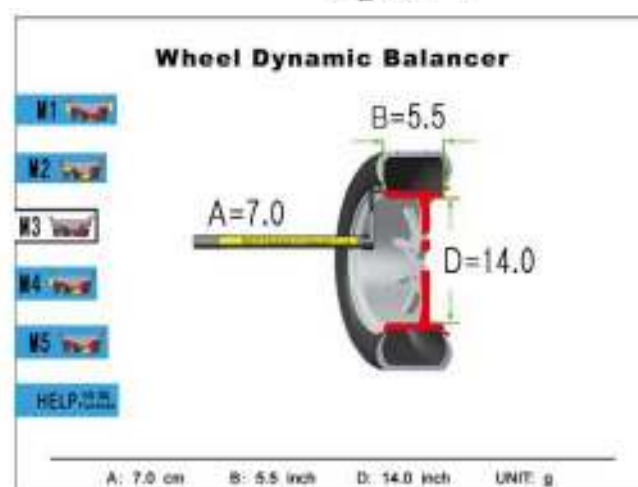

Figure 7-6
7.4.1 Нажмите кнопку “3”, система войдет в режим балансировки M3, M3 мерцает и показаны места приклейки грузиков с обеих сторон диска, и другие параметры, относящиеся к этому режиму, как показано на рис. 7-6.
7.4.2 Введите внутренние параметры диска: как показано на рис. 7-6, процедура ввода этих параметров абсолютно идентична последовательности, изложенной в режиме M2 в разделе 7.3.2.